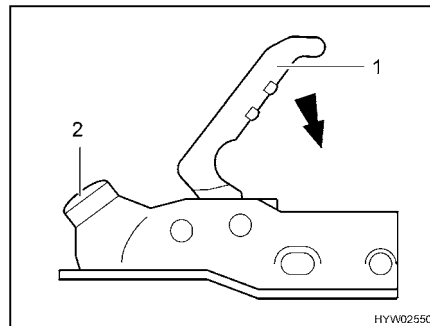

Fig. 2 Acoplamiento de remolque AK 300/160
- Colocar el acoplamiento del remolque abierto (Fig. 2) en la bola del remolque del vehículo tractor. El acoplamiento de remolque encaja automáticamente y de forma audible. El tirador se vuelve a deslizar automáticamente hasta su posición inicial.
- Empujar también la palanca de acoplamiento (Fig. 2,1) hacia abajo manualmente (no con el pie). El cierre y la fijación se realizan automáticamente.
- Ejecutar control visual: El cilindro verde del indicador de seguridad (Fig. 2,2) debe estar visible.